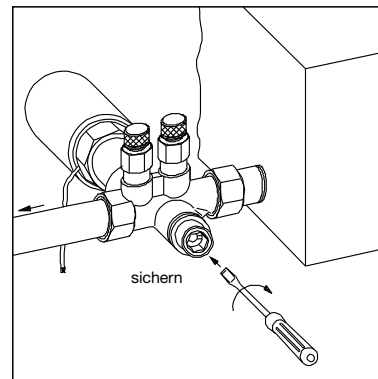

Bild 2
4. Zuletzt Hohlsschraube mit Schraubendreher durch Rechtsdrehen bis zum Anschlag schrauben (Bild 2).
Wichtig: Bei nachträglicher Veränderung der Voreinstellung sollte erst mit dem Schraubendreher (Bild 2) durch kurze Linksdrehung die Hohlsschraube gelöst werden. Dann Änderung der Voreinstellung mit dem Sechskantschlüssel SW 4.